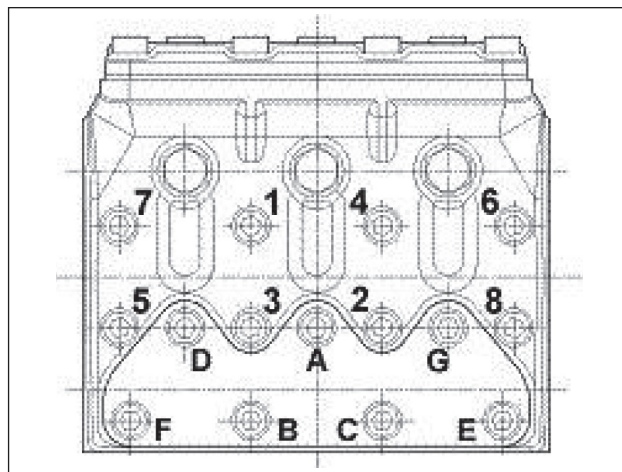

Рис. 24
- ** Винты крепления торца насоса должны затягиваться динамометрическим ключом с нанесением смазки под головку винта в порядке, указанном на Рис. 24.
- *** Винты крепления крышек клапанов должны затягиваться динамометрическим ключом с нанесением смазки под головку винта в порядке, указанном на Рис. 24.